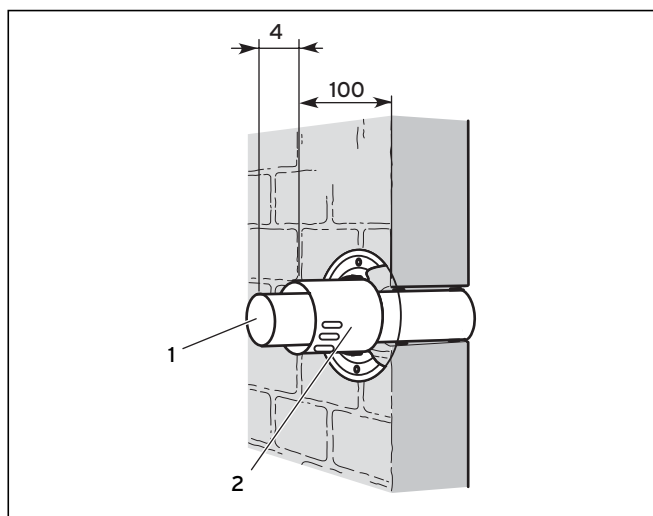

Fig. 3.16 Montaggio del raccordo
- Accorciare il tubo aria-fumi come illustrato nella fig. 3.16.
- Inserire il tubo fumi (1) nella parete e chiuderlo con materiali adatti.
- Spingere il tubo dell'aria (2) sul tubo fumi fino alla parete e collegarlo al tubo fumi.